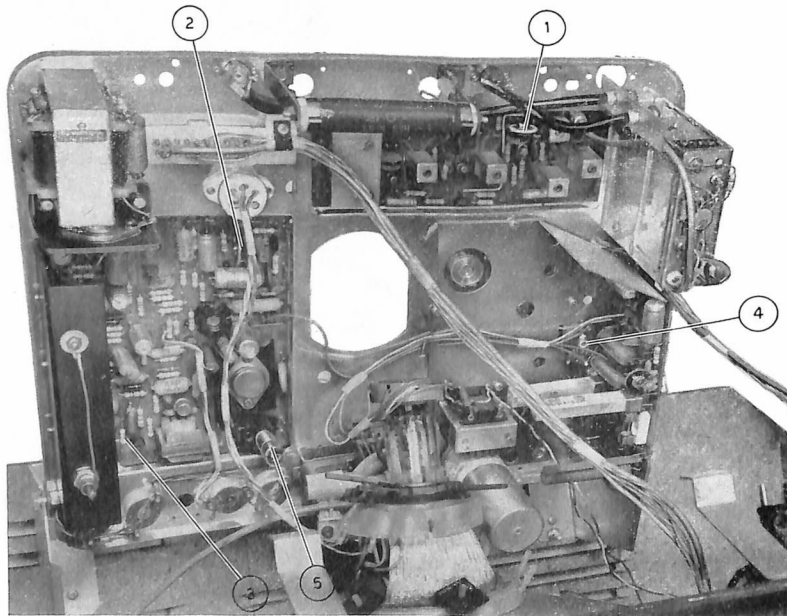

Fig. 8
- Portare in frequenza il quadro agendo sulla bobina dell'oscillatore a 15.625 Hz (bobina L 502 - fig. 8).